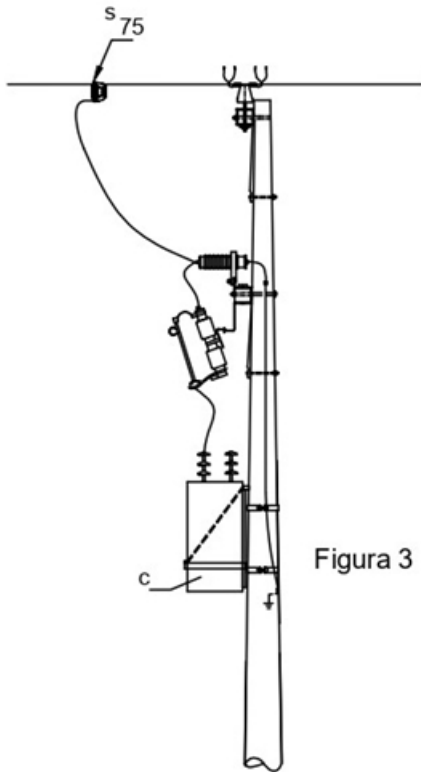

Figura 3
- En conexiones a equipos (seccionadores, reconectores, reguladores, condensadores etc.), si se requiere desconexión, conector tipo cuña **ET-356** . (Ver ejemplo figura 3).